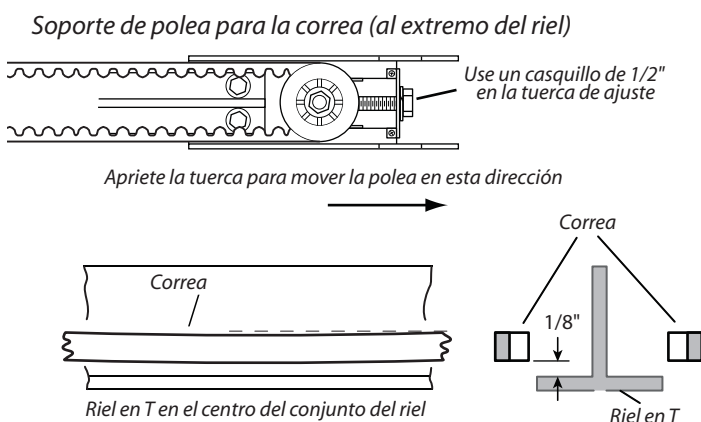

FIG. 1-4 Ajuste de la Correa.
2. Apriete la correa girando la tuerca de ajuste hacia la derecha. La tuerca de ajuste de la correa está localizada al lado opuesto de la caja de motor en el otro extremo del riel (Fig. 1-4).
3. Apriete la correa hasta que esta esté a aproximadamente a 1/8 in (0,32 cm) arriba de la base del riel y en un punto medio del mismo (Fig. 1-4). No apriete la correa demasiado.